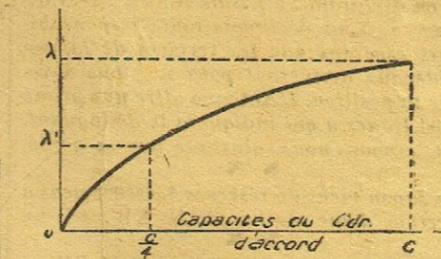

Fig. 5
ou γ se trouve en mètres lorsque L est exprimée en microhenrys et C en microfarads. L étant fixe dans la bande de réglage adoptée, nous avons à étudier les variations de λ quand C varie. La courbe représentative de ces variations est une parabole du type de la figure 5. Nous avons supposé négligeable la capacité répartie de L et la résiduelle de C. L'effet de ces capacités est de cesser de faire coïncider l'axe de la
(1) Pratiquement les figures 5, 6 et 7 ne sont pas des paraboles aux voisinages des points 0 et λ_0 . Ceci est dû à la construction des condensateurs semi-circulaires. C'est pour cela que l'on conseille de n'utiliser les condensateurs qu'à partir de la division 10 (ondemètre).
(2) C'est le milieu de la bande de longueurs d'onde qu'il est possible de recevoir avec la self L et la capacité C. C'est à peu près $\gamma/2$ en supposant qu'il s'agisse de la réception d'ondes très courtes, ondes pour lesquelles le « square law condenser » a été spécialement établi.